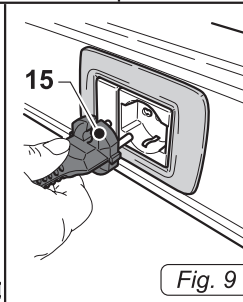

Fig. 9
- Inserire la spina (15 Fig. 9) nella presa di corrente.